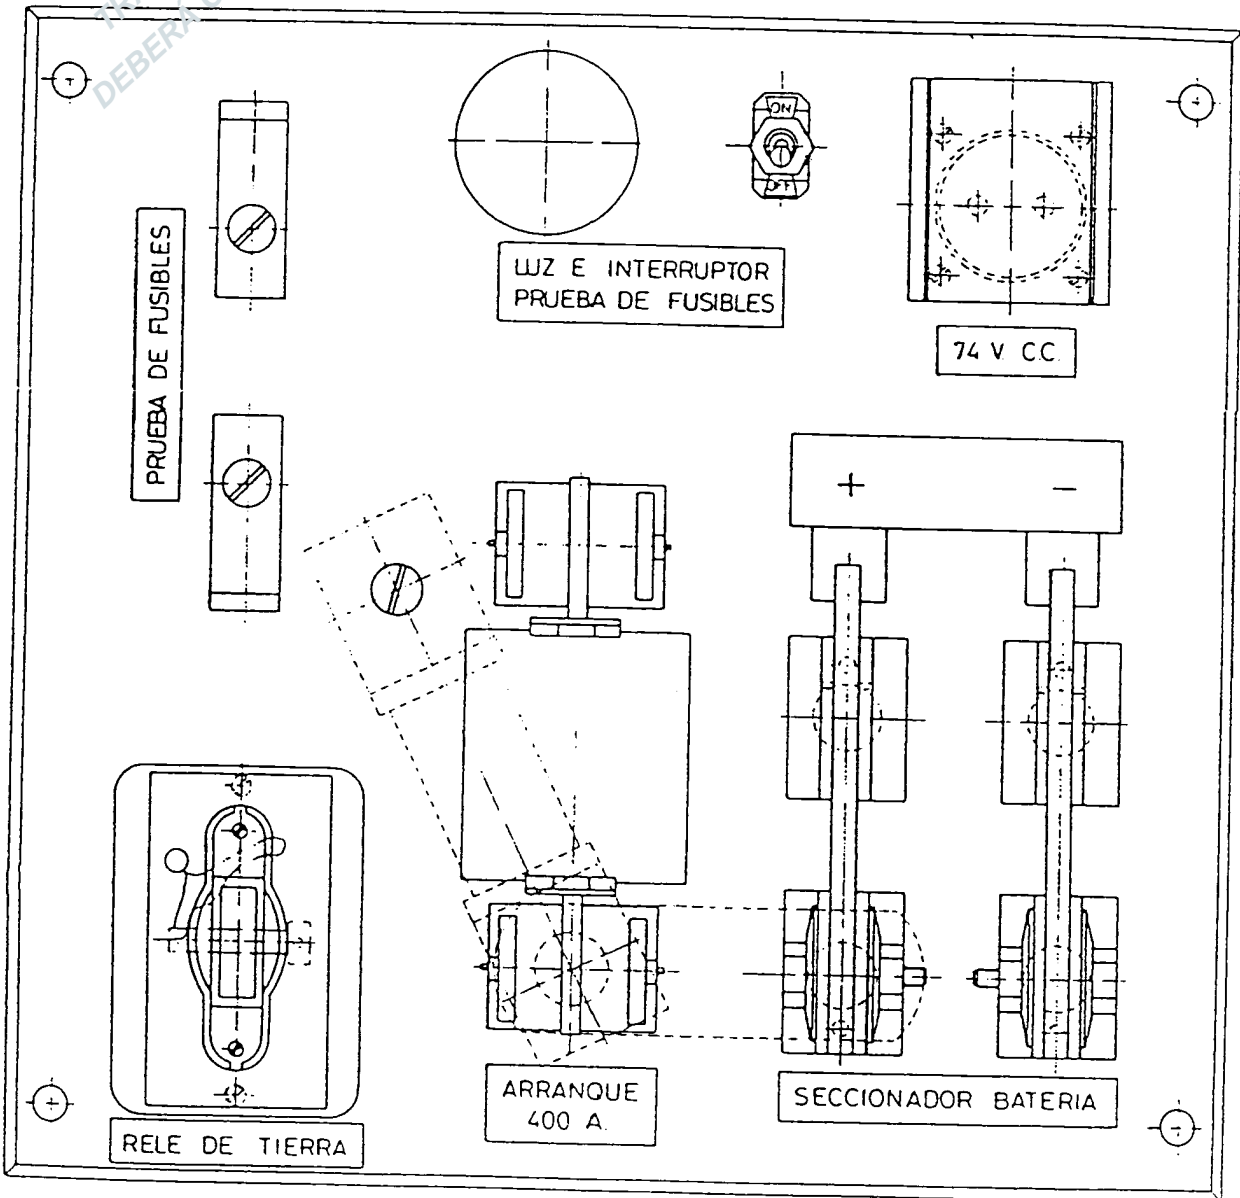

Fig. 1-5.- Panel de fusibles.
- 3) En el panel de fusibles comprobar que el seccionador principal de batería está cerrado. Comprobar que el fusible de arranque está en buen estado y es del calibre correcto. El seccionador del relé de tierra debe estar cerrado. Fig. 1-5.